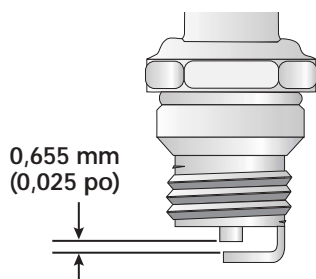

Fig. 24
3. Remplacez toute bougie fendillée, encrassée ou sale. Réglez l'écartement à **0,655 mm (0,025 po)** à l'aide d'une jauge d'épaisseur (Fig. 24).